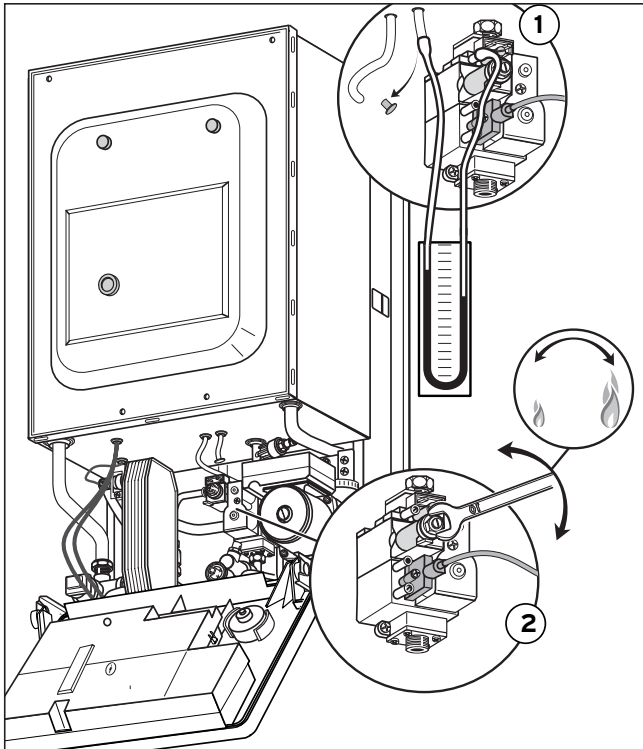

Abb. 5.3 Nennbelastung einstellen
Um die größte Wärmebelastung einzustellen, gehen Sie bitte wie folgt vor (siehe Abb. 5.3):
- Nehmen Sie das Digital-Manometer oder U-Rohr-Manometer wieder ab, drehen Sie die Dichtungsschraube (1, Abb. 5.3 oder 5.4) an der Gasarmatur wieder fest und stecken Sie den Stopfen auf.